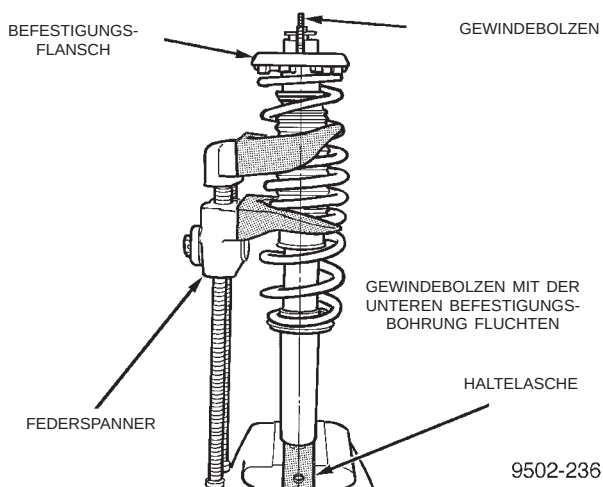

Abb. 66 Korrekte Position des oberen Befestigungsflansches
(11) Den Befestigungsflansch auf der Kolbenstange so drehen, daß die Gewindebolzen des Flansches mit der Befestigungsbohrung der unteren Haltelasche fluchten (Abb. 66).